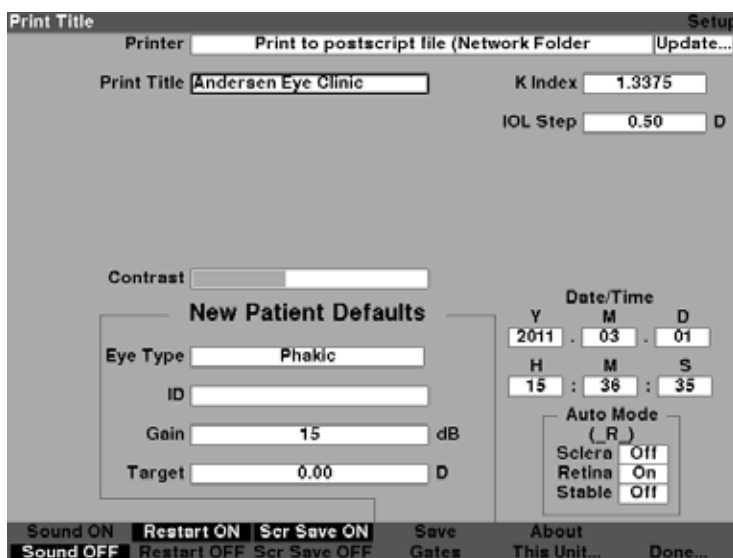

Figura 5-37 Título impreso añadido
4. Presione el control giratorio o el botón $\sqrt{\quad}$ para guardar el título impreso que escribió y desactivar el campo, como se muestra en la Figura 5-37.